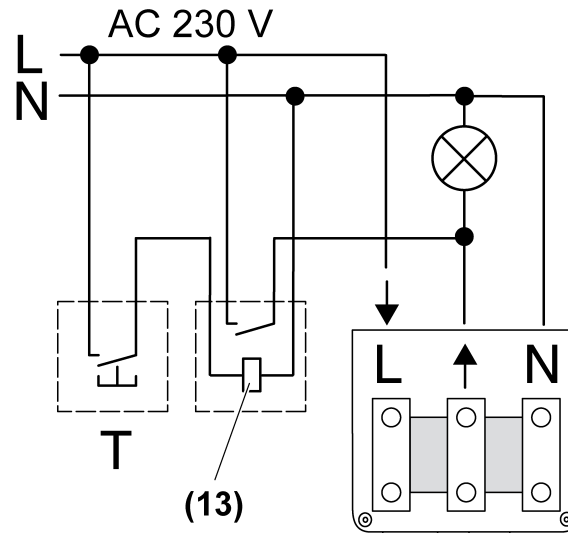

Bild 9: Parallelschaltung mit Treppenhauslicht-Automat bzw. Stromstoßschalter
Die Beleuchtung wird entweder durch den Treppenhauslicht-Automaten (13) oder durch das Leistungsteil in Kombination mit System-Sensoren eingeschaltet (Bild 9).